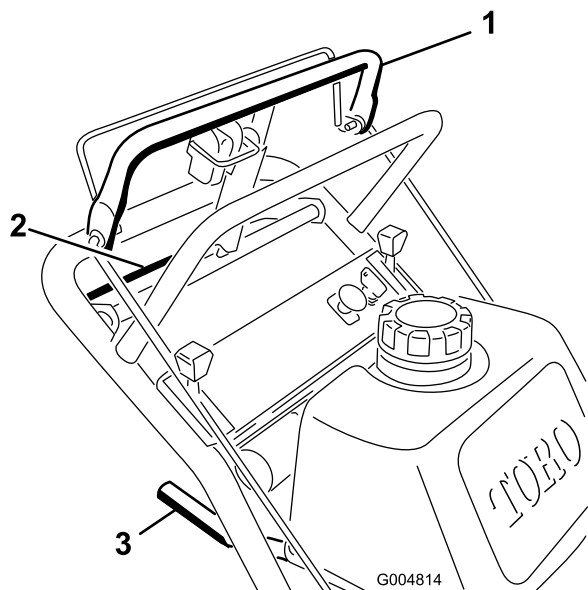
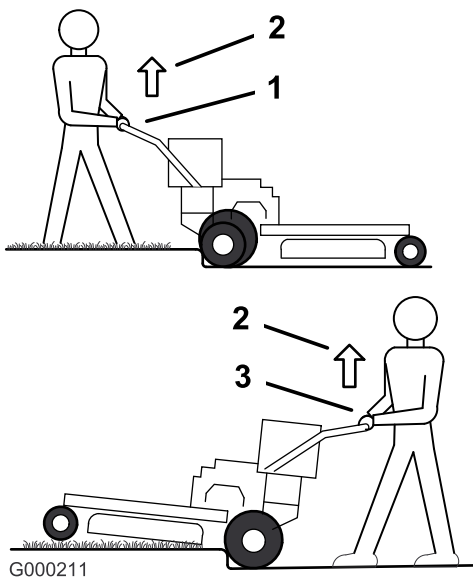

Figura 10
Figura 11
1. Per avanzare, spostate la leva del cambio su una marcia di avanzamento (Figura 10).
3. Spingere lentamente la barra di comando superiore per spostarsi in avanti (Figura 10).
Per spostarvi in linea retta, applicate una pressione identica a entrambi i lati della barra di comando superiore (Figura 10).
Per girare, rilasciate la pressione sul lato della barra di comando superiore che corrisponde alla direzione in cui volete voltare (Figura 10).
3. Per indietreggiare, premete lentamente la barra di comando inferiore contro la stegola inferiore (Figura 10).
3. Avanzate con la macchina fino a quando le ruote orientabili non toccano il cordolo (Figura 11).
4. Sollevate la parte frontale della macchina spingendo verso il basso la stegola inferiore (Figura 11).
5. Avanzate con la macchina fino a quando le ruote motrici non toccano il cordolo (Figura 11).
6. Abbassate la parte frontale della macchina (Figura 11).
7. Contemporaneamente, premete la barra di comando inferiore e, afferrata la stegola inferiore, sollevate la macchina per salire oltre il cordolo (Figura 10 e Figura 11).
3. Avanzate con la macchina fino a quando le ruote motrici non toccano il cordolo (Figura 11).
4. Contemporaneamente, premete la barra di comando inferiore e, afferrata la stegola inferiore, sollevate la macchina (Figura 10 e Figura 11).